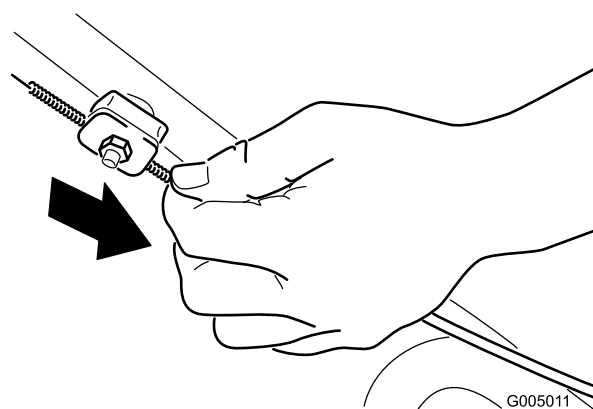

Figura 29
2. Abbassate la guaina del cavo (verso la macchina) fino a tendere il cavo (Figura 29).